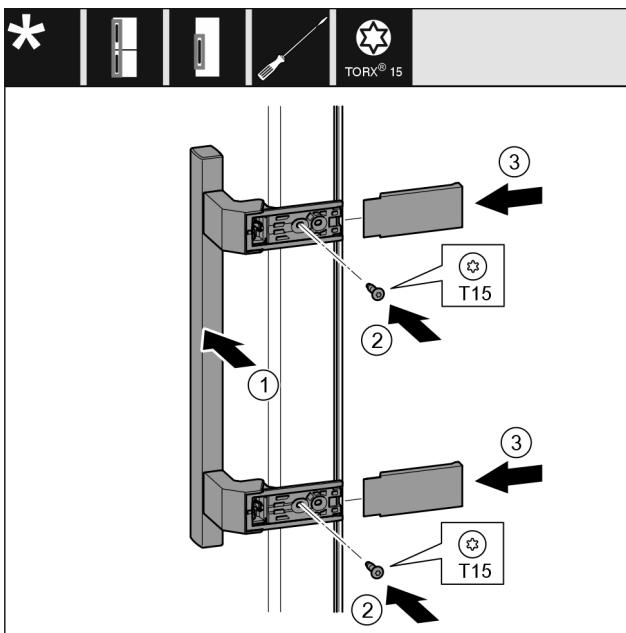

Fig. 19
- Griff Fig. 19 (1) auf der Gegenseite ansetzen.
- Schrauben Fig. 19 (2) mit Schraubendreher festschrauben.
- Abdeckungen Fig. 19 (3) seitlich ansetzen und aufschieben.